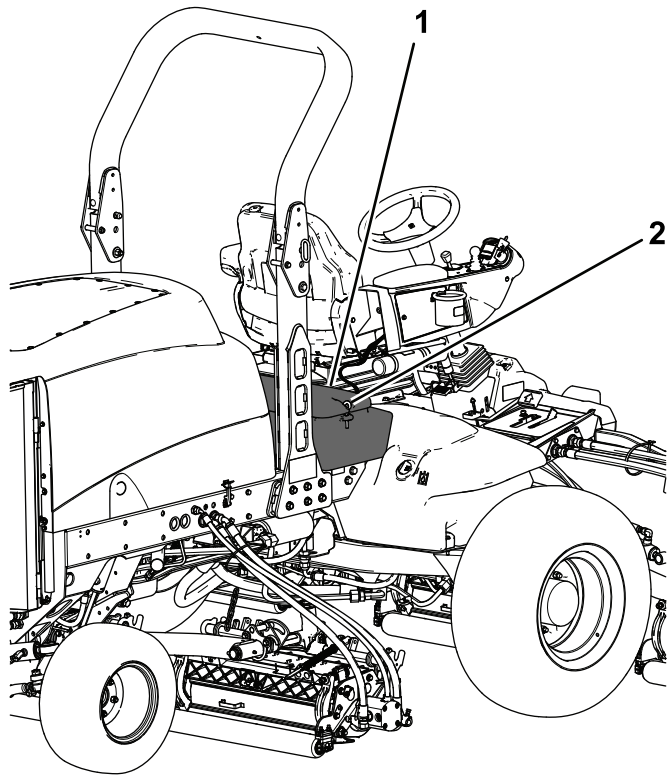

図 57
- 運転席のコンソールパネルのラッチを外して持ち上げる 図 57。